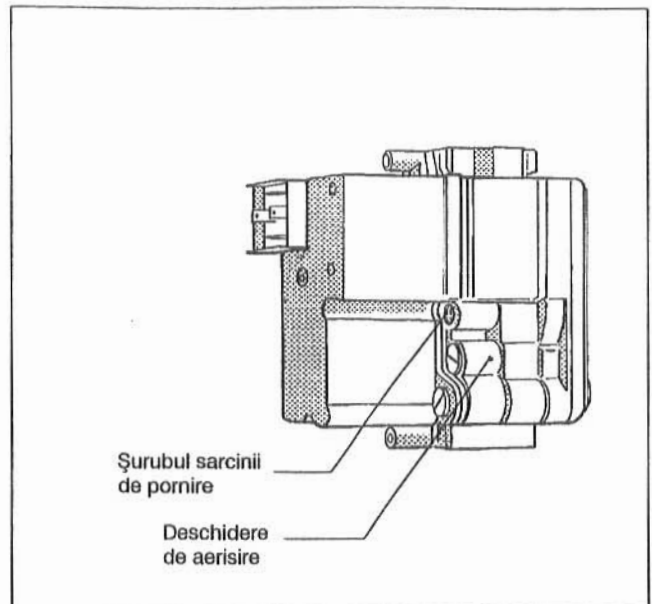

Fig. 35: Armătura arzătorului cu gaz "BM" 762-012
- Comutatorul funcționare se aduce pe poziția I (ON).
- După 10 secunde, după ce s-a deschis armătura, se poate recunoaște după un zgomot ușor, se citește presiunea treptată la manometrul cu conductă în formă U și se fixează prin rotirea în direcția plus sau minus la șurubul sarcinii de pornire (Fig. 35) pe